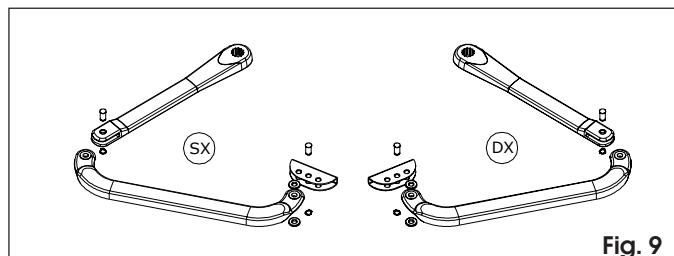

Fig. 9
- Ensambelen el brazo articulado y el empalme anterior tal como se indica en la Fig. 9.